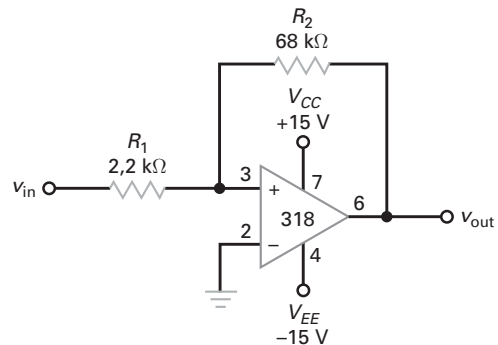

Figura 20-50
- 20-14** Quais são os pontos de comutação e a histerese se, $V_{sat} = 14$ V na Figura 20-50?
- 20-47** A tensão de ruído na entrada do circuito na Figura 20-50 pode ser tão grande quanto 1 V pp. Se R_2 for trocado por um resistor de $82 \text{ k}\Omega$, sugira uma ou mais alterações que torne o circuito imune à tensão de ruído.